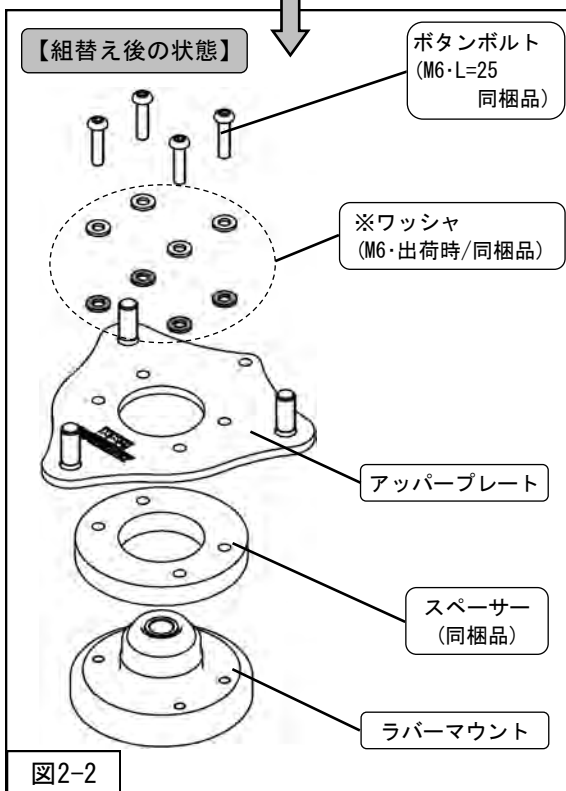

図2-2
2. アッパープレートとラバーマウントの間にスペーサー（同梱品）を取付けてください。（図2-2）
3. ボタンボルト (M6・L=25 同梱品)（締付トルク：8.8N・m）ワッシャ (M6・出荷時/同梱品) を使用してアッパープレートをフロントサスペンションASSYに取付けてください。（図2-2）